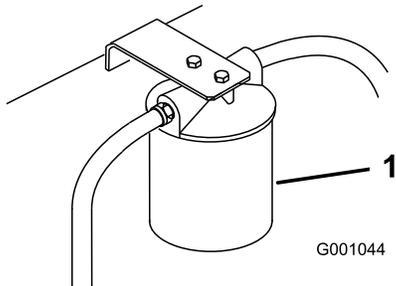

Figura 96
- Coloque um recipiente de escoamento debaixo do filtro, retire o filtro antigo e limpe a superfície da junta do adaptador do filtro (Figura 96).